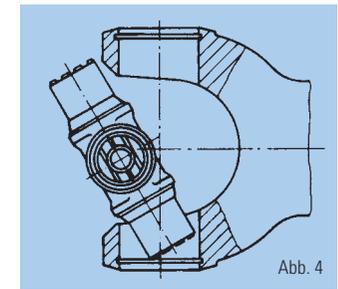

Abb. 4
- Gelenkkreuz wird herausgenommen (Abb. 4).
- Gelenkkreuz wird eingeführt (Abb. 4)